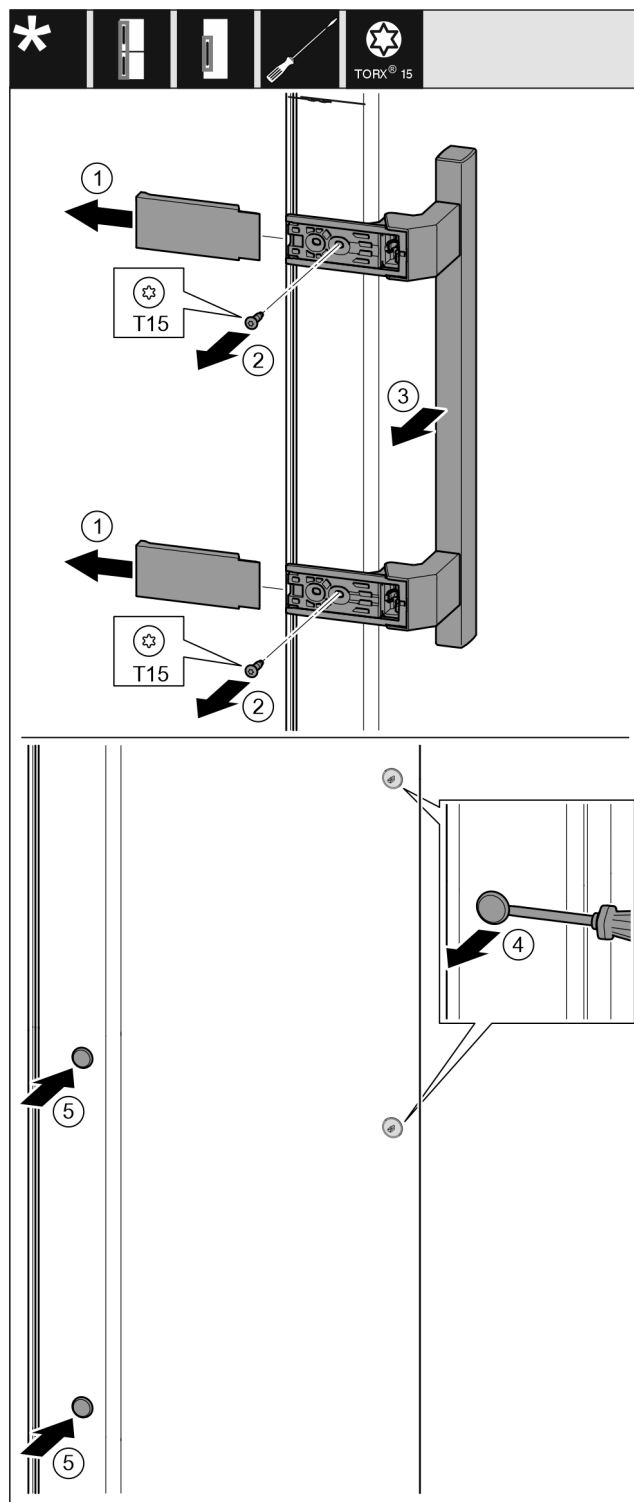

Fig. 39
- Skinite pokrov. Fig. 39 (1)
- Odvijačem T15 odvijte vijke. Fig. 39 (2)
- Skinite ručicu. Fig. 39 (3)
- Ravnim odvijačem oprezno podignite bočni čep i izvucite ga. Fig. 39 (4)
- Ponovo umetnite čep na drugoj strani. Fig. 39 (5)